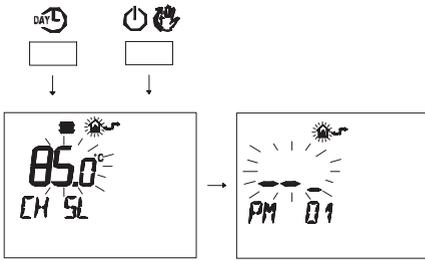

Figura 5.49
- Premere contemporaneamente i pulsanti **DAY** e **IP** per entrare nella programmazione trasparente (Figura 5.49).